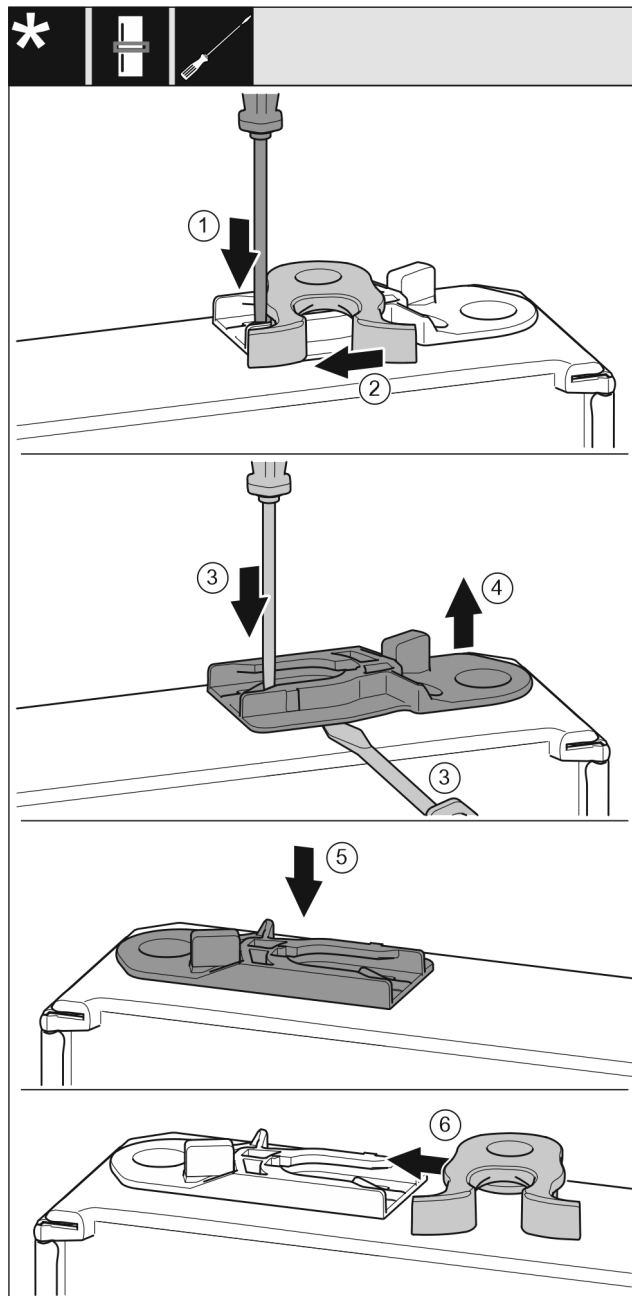

Fig. 17
- Premere la linguetta verso il basso con un cacciavite a testa a intaglio. Fig. 17 (1)
- Estrarre il gancio di chiusura dalla guida. Fig. 17 (2)
- Estrarre la boccola di guida: premere la linguetta con il cacciavite a testa a intaglio e contemporaneamente spingerla con un cacciavite sotto la boccola di guida. Fig. 17 (3, 4)
- Inserire sull'altro lato dell'apparecchiatura la boccola di guida fornita in dotazione. Fig. 17 (5)
- Spingere il gancio di chiusura nella guida. Fig. 17 (6)